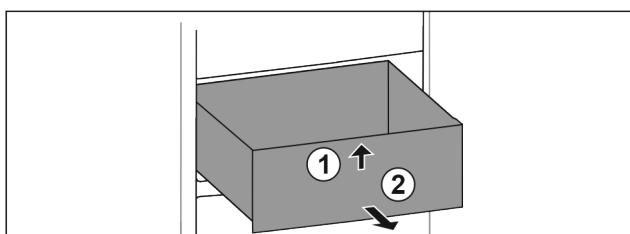

Fig. 23
► Vpředu nadzvedněte Fig. 23 (1).
► Odeberte směrem dopředu Fig. 23 (2).